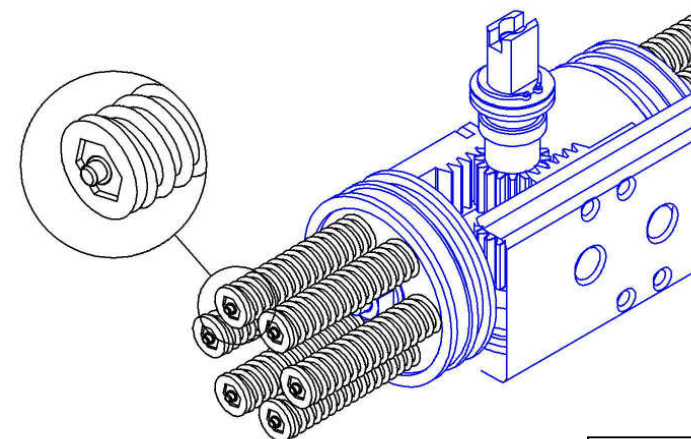

Рис. 33
**13** - Проверьте наличие пружин, если они предусмотрены, вставьте их в поршни, см. Рис. 33.